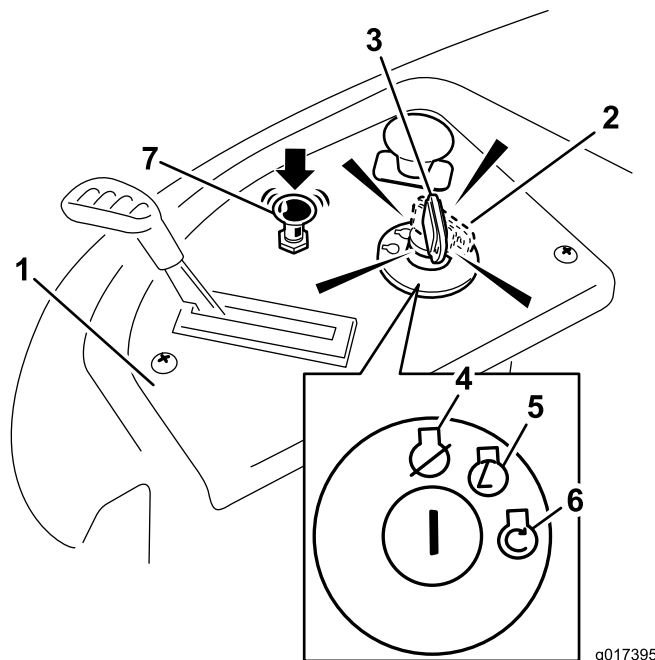

Figura 14
4. Rode a chave da ignição para a posição Start para ligar o arrancador. Quando o motor arrancar solte a chave (Figura 14).
5. Depois de o motor arrancar, empurre a alavanca do estrangulador do ar (Figura 14). Se o motor perder velocidade ou se engasgar, puxe a alavanca do estrangulador do ar e deixe o motor trabalhar durante alguns segundos. Depois empurre a alavanca do estrangulador do ar. Repita isto conforme necessário.
3. Desligue a chave da ignição (Figura 14) e retire a chave.